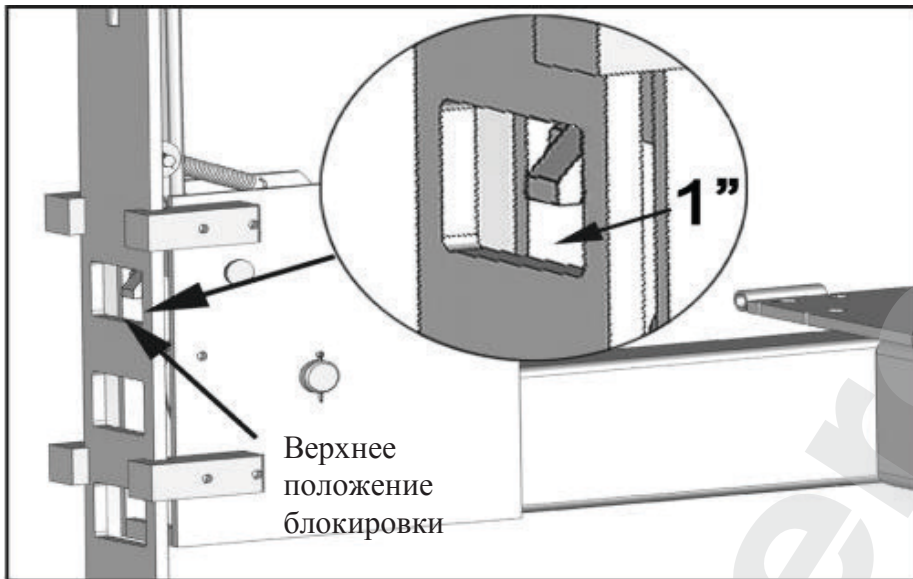

Рис. 14.2
8. Поднимите подъемник вверх до упора и опустите его так, чтобы зажимы зафиксировали платформы в верхнем положении блокировки. Отрегулируйте все стопорные пластины так, чтобы каждый стопор входил в верхнее положение блокировки на каждой стопорной пластине. Затем отрегулируйте гайки тросов так, чтобы стопоры находились на высоте не менее 2,5 см от верхнего положения блокировки. Гайки тросов должны быть затянуты так, чтобы как минимум 2,5 см резьбы выступало над верхней поверхностью гаек (см. рис. 14.2).